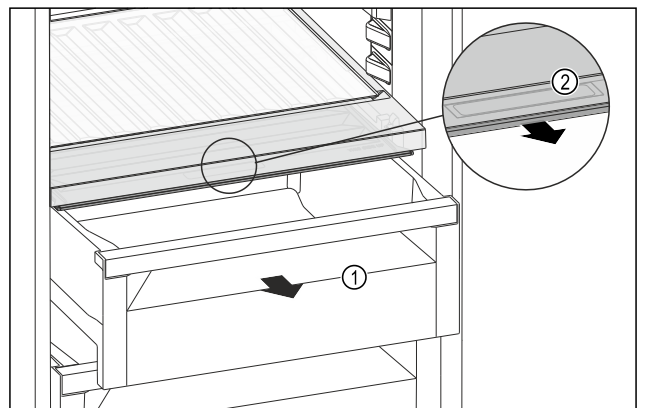

Fig. 180
- ▶ Estrarre il cassetto Fig. 180 (1).
- ▶ Afferrare la maniglia incassata Fig. 180 (2) sul coperchio dello scomparto e tirare allo stesso tempo in avanti il coperchio dello scomparto.